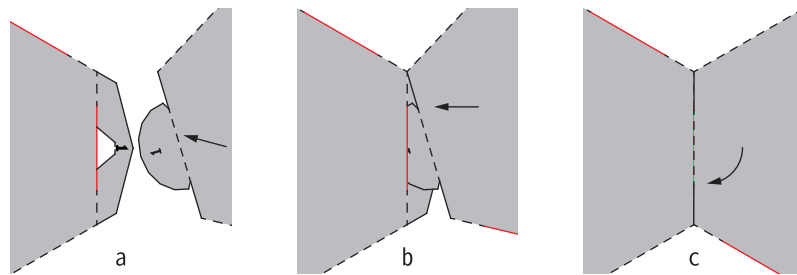

Fig.2 差し手フラップと受け手フラップの組み合わせかた
4. 差し込むとき、丸みを利用して Fig.2 の a,b,c の順に少し回転させるとうまくいきます。
4. Insert the tab into the front side of the slot. The easiest way to do this is to insert one side of the tab all the way in first and then rotate the other end in the order of a, b, c on Fig. 2.